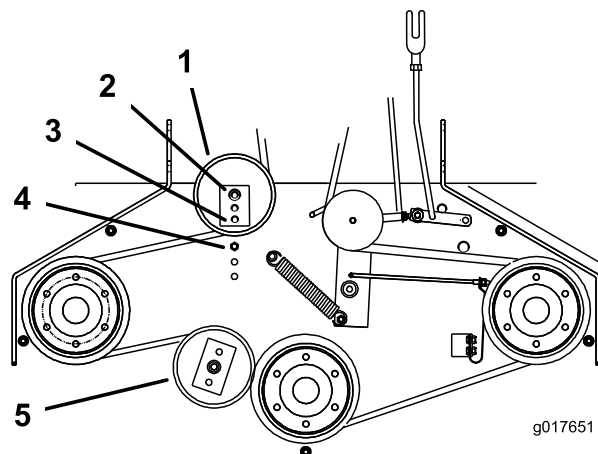

Figura 46
- Si no es posible ajustar más el tensor y la correa todavía está floja, será necesario cambiar la polea tensora trasera al taladro central o delantero (Figura 46). Utilice el taladro que permita el ajuste correcto.
- Si mueve la polea tensora, debe mover también la guía de la correa. Mueva la guía de la correa a la posición delantera (Figura 46).